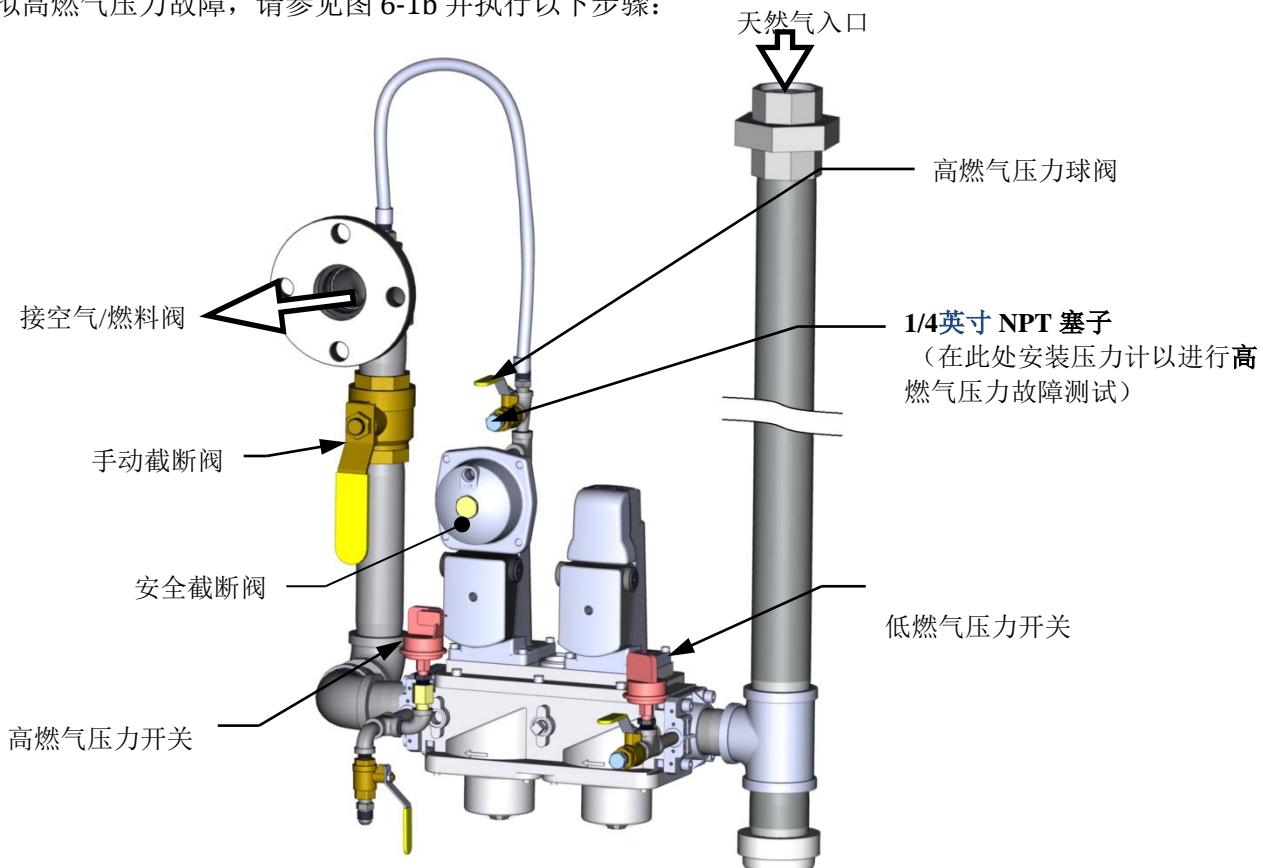

图 6-1b: BMK 1500/2000: 高燃气压力故障测试
要模拟高燃气压力故障, 请参见图 6-1b 并执行以下步骤:
2. 从高燃气压力检漏球阀中取出 1/4“ NPT 塞子, 如图 6-1b 所示。